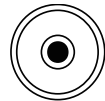

Fig.9
- (1) Tournez l'hélice du pied pour centrer la bulle.
- (2) Tournez l'instrument 180° et la bulle doit être centrée (Figure 9), sinon ajustez-la. La méthode est la suivante.